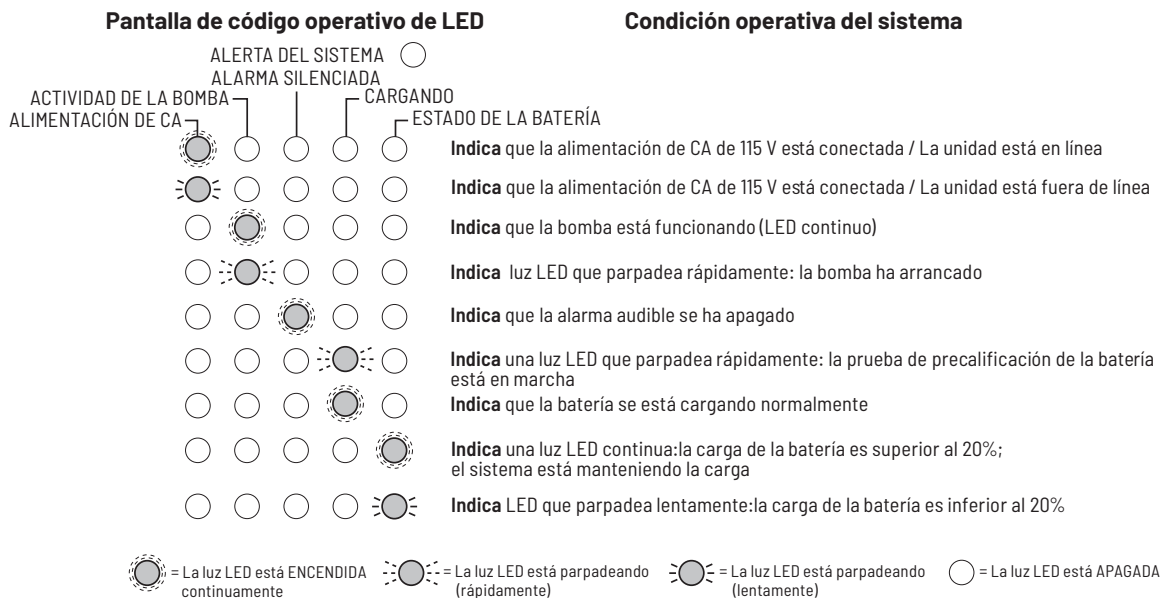

Figura 6: Pantallas de código operativo (Luces LED encendidas continuamente o parpadeantes)
- ◆ Cuando la luz de alerta del sistema NO esté parpadeando, consulte la Figura 6.